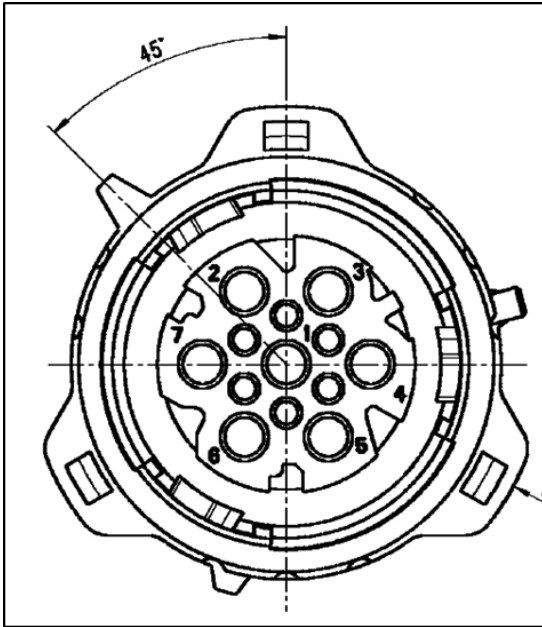

Fig 1: punto di connessione TDSK3 (capocorda rotondo) - piedinatura pin
- TDSK 3 – Capocorda rotondo (si veda fig.1):